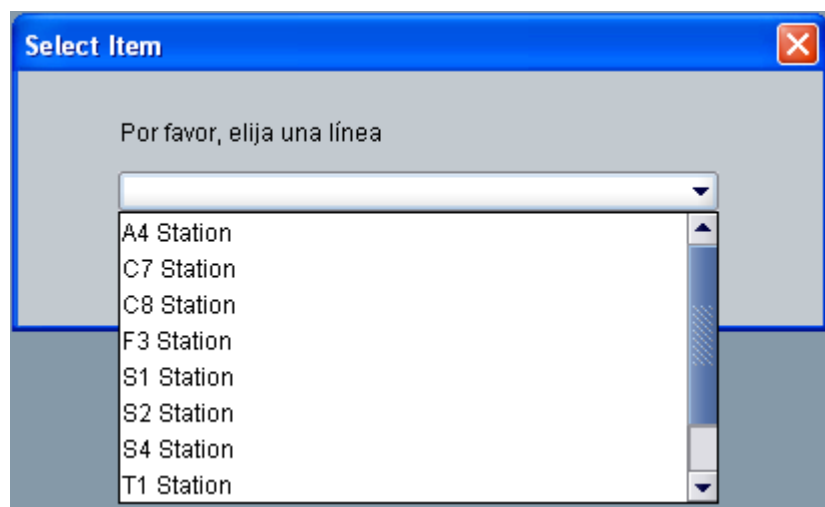

Imagen 27
4. – Posteriormente (Imagen 27), escogemos la línea que queremos analizar: